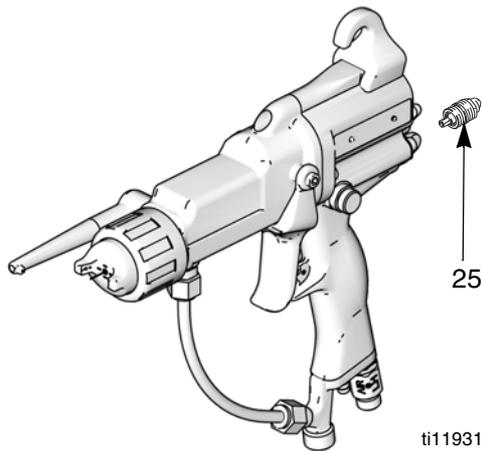

Fig. 20. Válvula de regulagem de fluido
2. Remova a válvula de ajuste do líquido (25). Apenas pode ser substituída com um conjunto completo. Consulte FIG. 20.
3. Aparafuse a válvula (25) no punho da pistola. Aperte a um binário de 15-25 pol-lb (1,7-2,8 N•m).